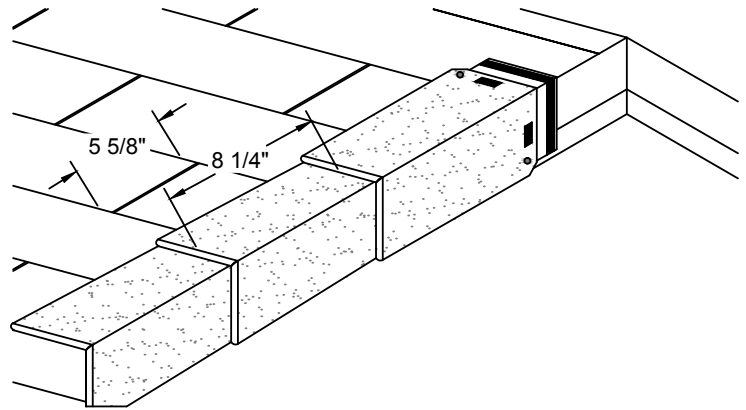

Figure 12 – Pose des bardeaux EZ-Ridge™ sur les rives de toit
2. Positionner les extrémités saillantes de grande finition des bardeaux EZ-Ridge™ vers le bas. (Voir la Figure 12)